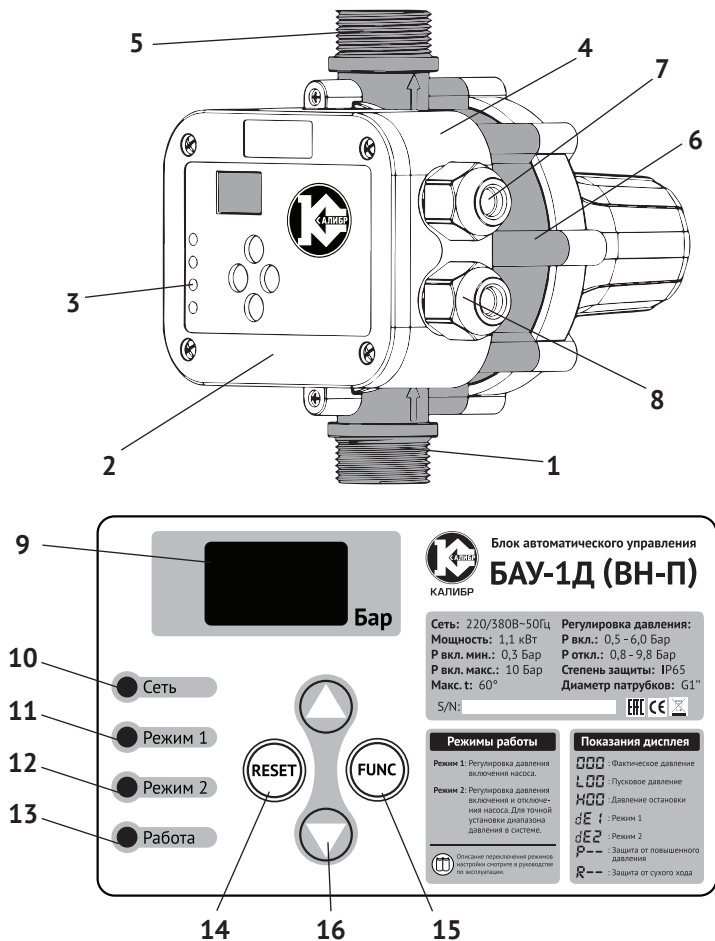

рис. 1
2.4.1 Общий вид БАУ и панель представлены на рис.1
Органы контроля и управления БАУ: плата управления дисплеем и индикаторами, плата управления насосом и шина контактов подключения расположены в пластиковой коробке электрики (рис.1 поз.4). Экран дисплея (рис.1 поз.9), индикаторы рис.1 поз.10-13) и кнопки управления (рис.1 поз.14-16) выведены на панель управления (рис.1 поз.3). Вода, подаваемая насосом, поступает во входной патрубок (рис.1 поз.1). В нём установлен сетчатый фильтр механической очистки, защищающий блок от попадания крупных твёрдых частиц. В корпусе (рис.1 поз.6) из прочного пластика расположен датчик давления. В выходном патрубке (рис.1 поз.5) находится латунный обратный клапан, не позволяющей воде уходить из системы ниже уровня выходного патрубка блока. Установка клапана позволяет системе водоснабжения функционировать более стабильно.